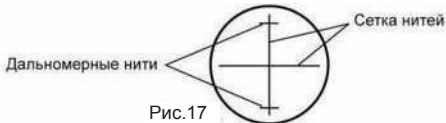

Рис.17
1) Наведитесь на рейку и посчитайте количество сантиметровых делений $\varnothing$ между двумя дальномерными нитями (Рис.17).